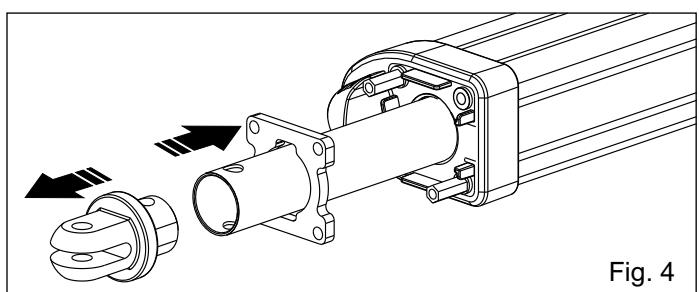

Fig. 4
- Die Frontgabel herausziehen und die gelochte Platte in den Schaft wie in Abb. 4 einführen.